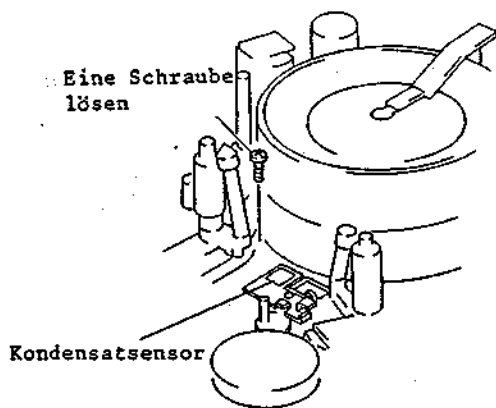

Abb. 2-53 Ausbau des Kondensatsensors
4. Eine (1) Befestigungsschraube des Kondensatsensors lösen (siehe Abb. 2-53).